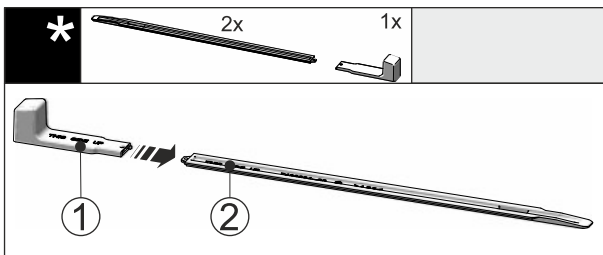

Fig. 51
- Вставте монтажну ручку Fig. 51 (1) на вирівнювальну рейку Fig. 51 (2).